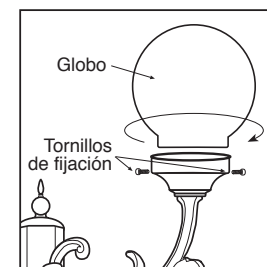

Figura 5
- Para una unidad con globo, instale las bombillas primero. Gire el globo a la posición y sujételo con los tornillos de ajuste, teniendo cuidado de no apretar demasiado ya que el vidrio puede romperse con la presión excesiva (ver la figura 5).